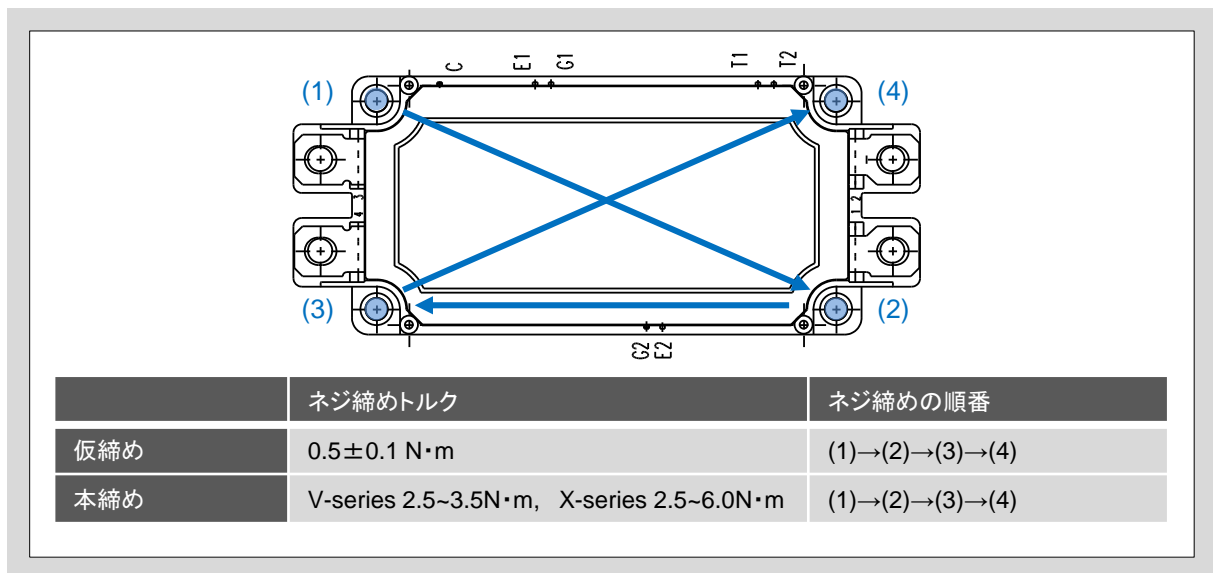

図3 ネジ締めトルク及びネジ締め順序
2. 均等の力で製品を固定するために、0.5N・mで仮締めを行います。図3に締め付け順序を示します。